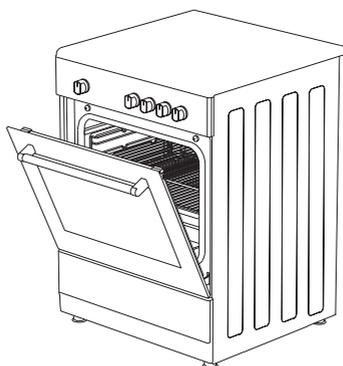

Figure 19
2. Placez la plaque de protection sous le panneau de commande en ouvrant légèrement la porte du four (figure 19).